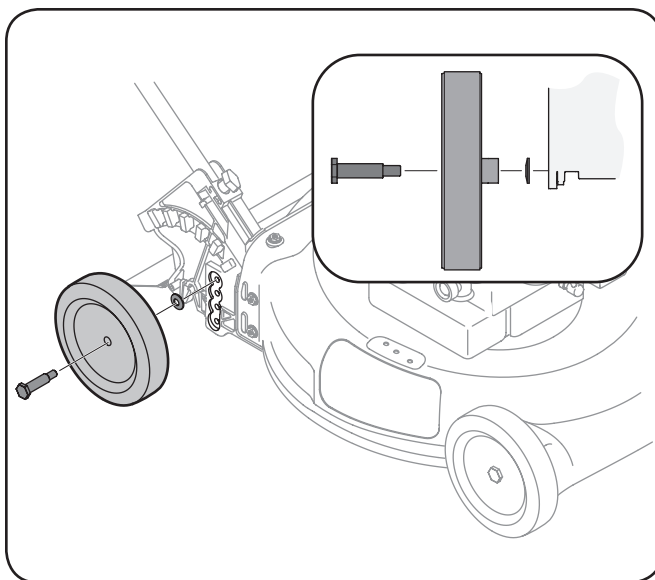

Figura 3-6
1. Utilizando los tornillos y arandelas del grupo 1 del paquete de hardware, asegure que las ruedas traseras de la cubierta como se muestra en la figura. 3-6. La lavadora se debe instalar con el lado de la corona frente al volante.